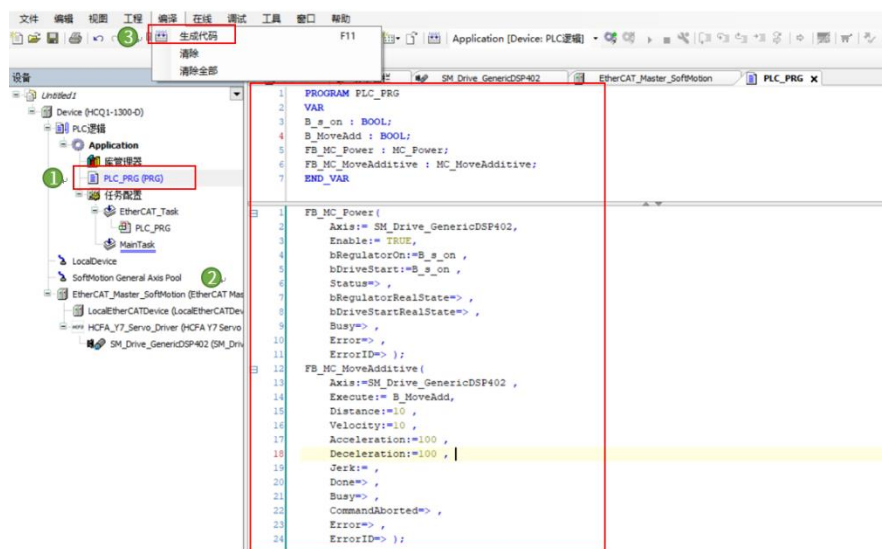

图 13-16 测试代码
10. 双击打开【PLC_PRG】,编辑如图所示测试代码,点击【编译-生成代码】,如图 13-16 所示。